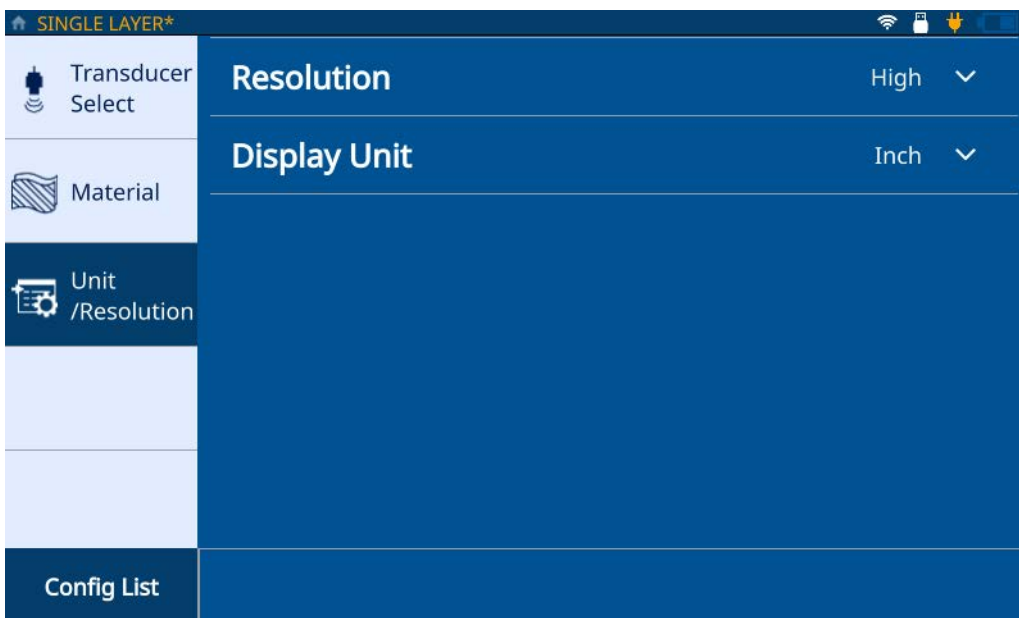

図 2-4 Unit/Resolution (単位 / 分解能) タブ
10. **Unit/Resolution (単位 / 分解能)** タブをクリックします (16 ページの図 2-4 参照)。
14. すべての層（最大 6 層）が定義されるまでステップ 12 と 13 を繰り返してから、**Unit/Resolution（単位 / 分解能）** タブをクリックします（16 ページの図 2-4 参照）。
12. **Unit/Resolution (単位 / 分解能)** タブをクリックします (16 ページの図 2-4 参照)。